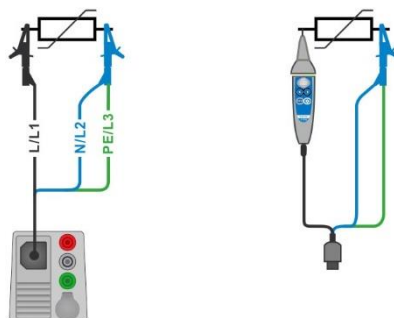
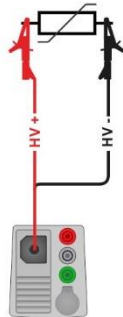

Abbildung 7.19: Anschluss des 3-Leiter Prüfadapters und der Commander-Prüfspitze (Bereich: 1000 V)
Abbildung 7.20: Anschluss der 2,5 kV Prüfleitung (Messbereich: 2500 V)
- › Schließen Sie die Prüfleitungen am Prüfling an (siehe **Abbildung 7.19** und **Abbildung 7.20**).